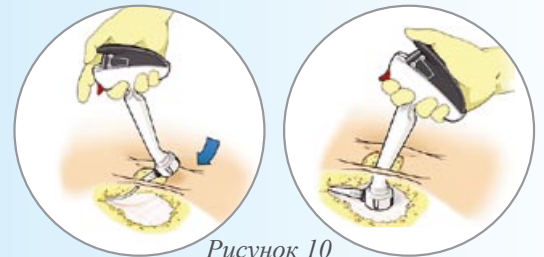

Рисунок 10
- Другим граспером захватите толкатель проксимальнее фланцев. Проведите кончик толкателя под фиксатором сквозь него до тех пор, пока фланцы не покажутся на другом конце фиксатора (Рисунок 10а). Данные фланцы препятствуют обратному движению язычка толкателя через фиксатор.
Рисунок 10а
- Используя второй граспер, захватите дистальный кончик толкателя и проведите его через фиксатор таким образом, чтобы фланцы прошли за фиксатором и оказались на другом его конце (Рисунок 10б). Данные фланцы препятствуют обратному движению язычка толкателя через фиксатор.
Рисунок 10б
- Захватите толкатель одним граспером, а застежку – другим. Протягивайте выпрямитель через фиксатор до тех пор, пока кожух застежки не пройдет через фиксатор и не выйдет за язычок фиксатора (Рисунок 10с).
Рисунок 10с
- Проведите кожух застежки над язычком фиксатора так, чтобы черная треугольная метка скрылась под кожухом застежки (Рисунок 10д).
Рисунок 10д
- Удалите толкатель, отрезав ремешок по линии разреза, обозначенной черными рисками (Рисунок 10е).
Рисунок 10е
- Разместите порт на подготовленном апоневрозе, вводя аппликатор с присоединенным портом и катетером под углом таким образом, чтобы первыми в разрез вводилась часть с катетером и переходником с фиксатором (Рисунок 10). Основание порта должно плотно прилегать к апоневрозу, что может быть достигнуто при помощи легкого надавливания на аппликатор (Рисунок 11).